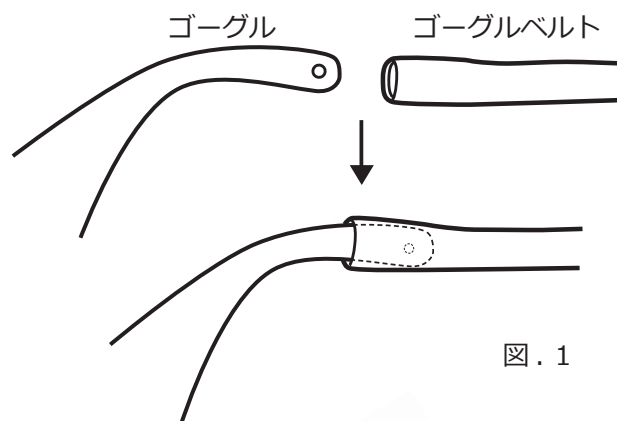

図. 1
- ① ゴーグルに割れ、ヒビ、破損などが無いことを確認してください。
- ② ゴーグルベルトを図.1のように装着してください。
- ① Lプロハーネスを図1のように装着してください。